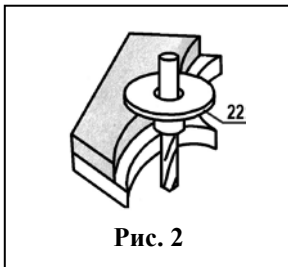

Рис. 2
Для установки направляющего лекала поз. 22 (рис. 2) необходимо:
- закрепив шаблон на заготовке, произвести вырезание, двигая машину таким образом, чтобы цилиндрическая поверхность выступающего бурта лекала была прижата к поверхности контура шаблона (рис. 2).